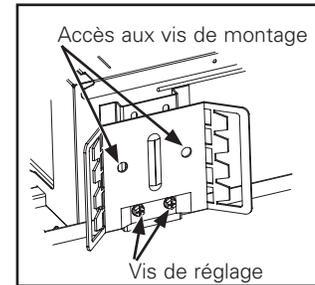

Figure 4. P406TAT
- Le boîtier encastré P406TAT est équipé supports de suspension universels réglables (Figure 4.). Ce dispositif de fixation doit être tenu par des rails principaux capables de supporter une charge d'au moins 4,5 kilos. Pour régler la hauteur des supports, dévissez les 2 vis de réglage, déplacez le support vers le bas ou vers le haut, puis resserrez les 2 vis. Pour pouvoir plus facilement insérer le dispositif dans un espace étroit entre des solives, enlevez les supports en dévissant les vis de montage par les trous conçus à cet effet (Figure 4.). Une fois retirés, remplacez les vis de montage afin de garantir une bonne étanchéité au dispositif.